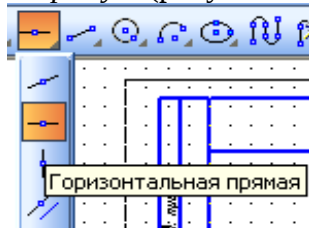

Рисунок 4.6 – Выбор инструмента Горизонтальная прямая
2. Постройте *горизонтальную прямую* (рисунок 4.6).